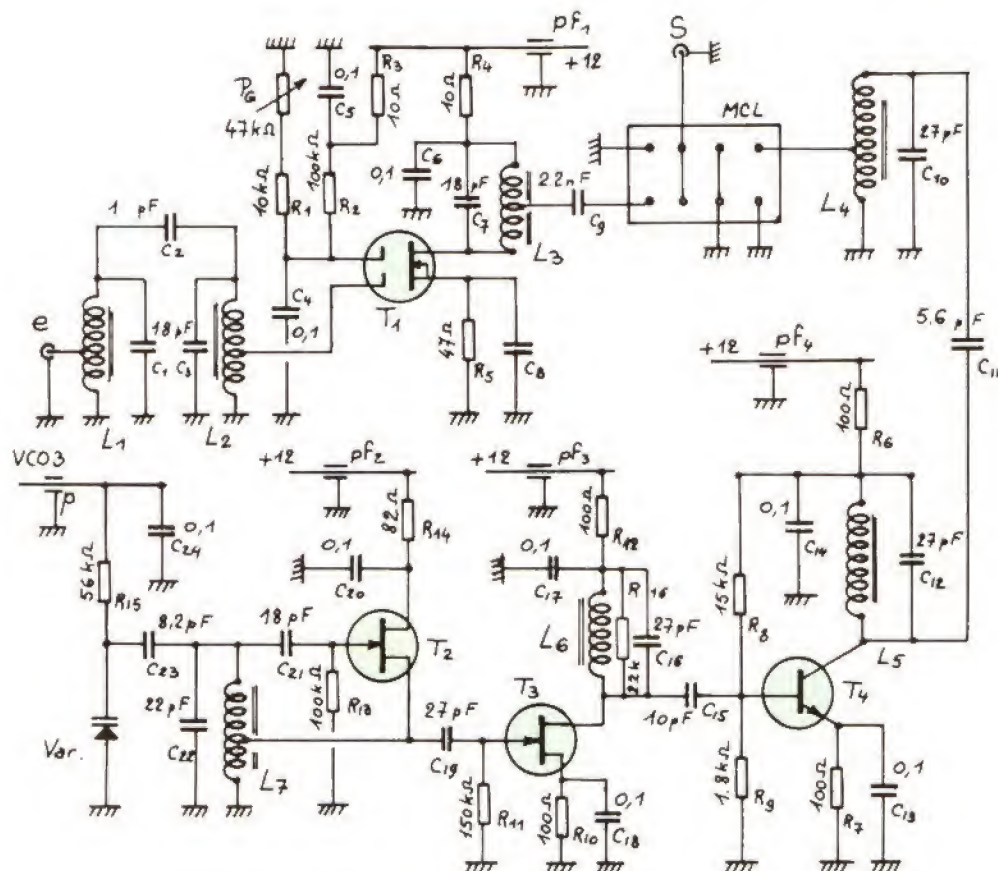

Fig. 1
1. Etude du schéma (fig. 1)
impédance, par prise sur L_4 . Finalement les signaux à mélanger respectivement issus de T_1 et de T_4 sont injectés dans le mélangeur double-équilibré, noté « MCL » sur la figure 1.